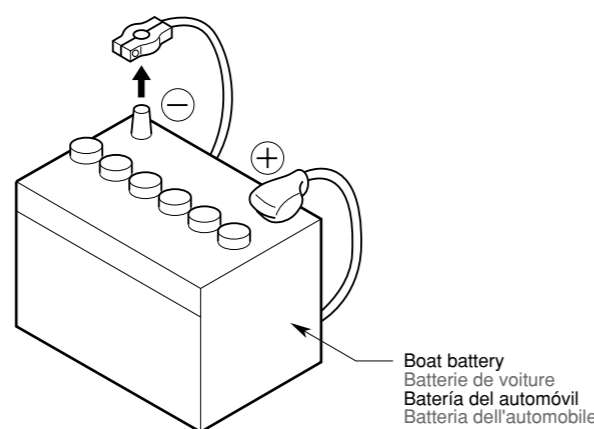

Figure 1 / Figure 1 / Figura 1 / Figura 1
3. Be sure to disconnect the battery's "⊖" terminal before beginning the installation. This is to prevent short-circuiting. (Figure 1)
3. Raccordez bien la borne "⊖" de la batterie avant de procéder à l'installation. Ceci a pour but d'éviter les courts-circuits. (Figure 1)